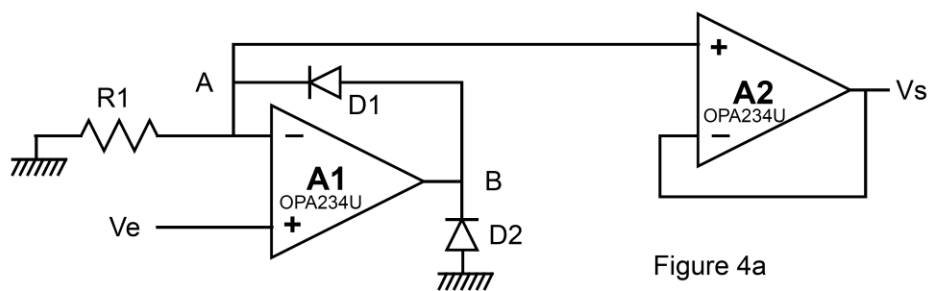

Figure 4a
1. Pour le schéma de la figure 4a, en supposant la diode  $D_2$  absente et l'AOP A1 idéal, quelle est la forme d'onde en A et B pour  $V_e = 1 \sin(2\pi 3105 t)$  ?